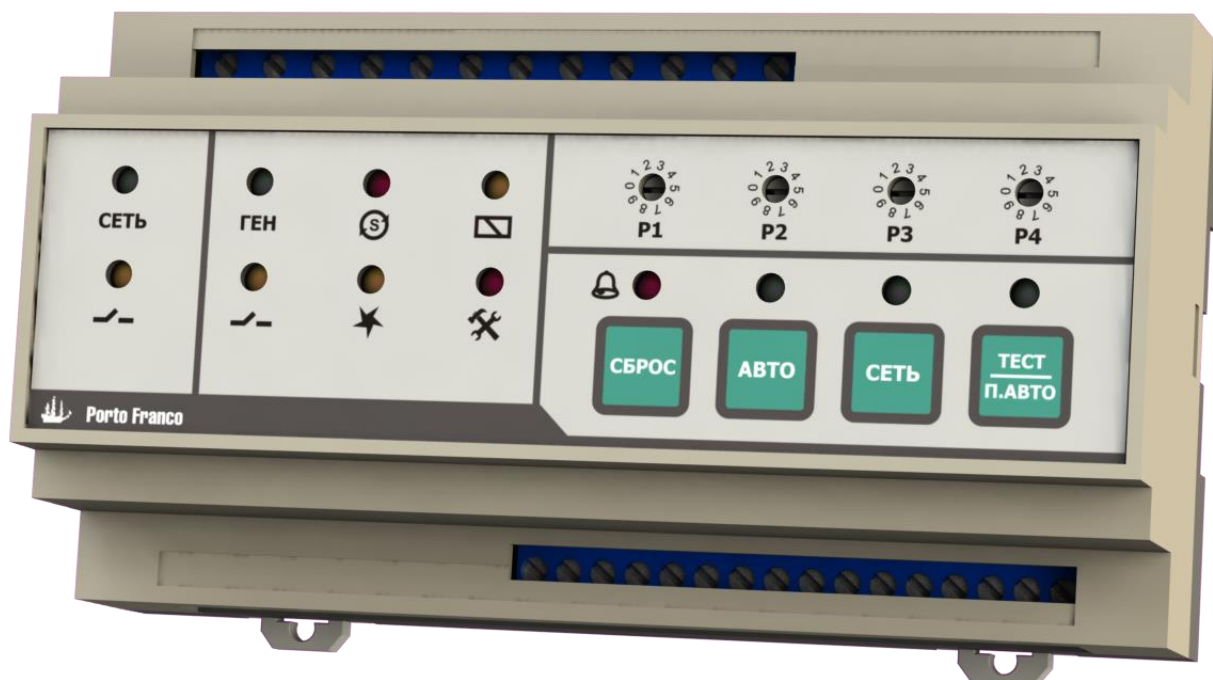

Рис. 5.1. Внешний вид контроллера АВР-КД
5.1.1 Конструктивно устройство выполнено в пластмассовом корпусе и предназначено для установки на DIN-рейку. На фронтальной стороне расположены светодиоды индикации, переключатели параметров и кнопки управления контроллером. Внешний вид контроллера представлен на рис. 5.1.